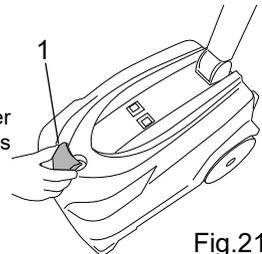

Fig.21
- Entfernen Sie den Verschluss vom Reinigungsmitteltank (Abb. 21, Pkt. 1).